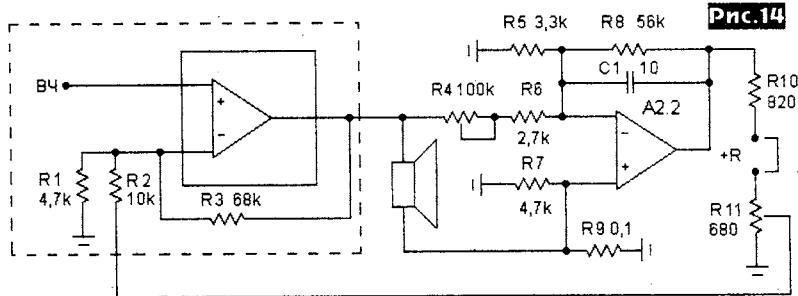
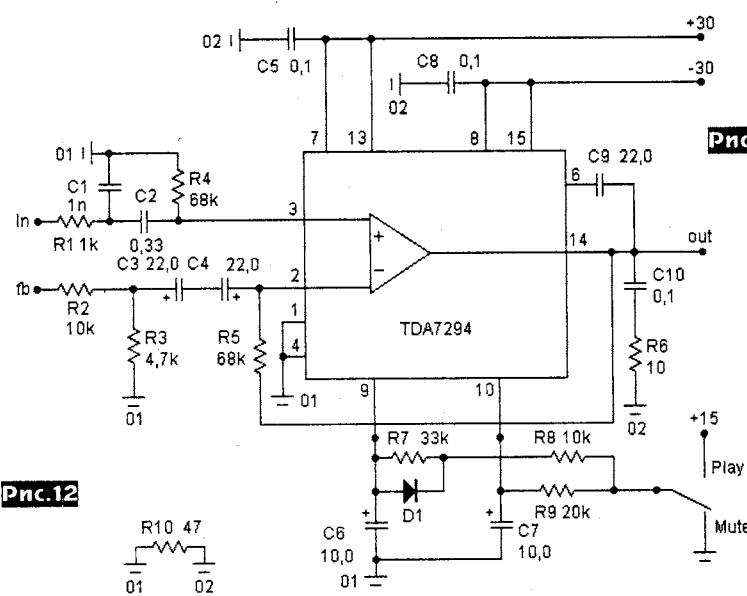
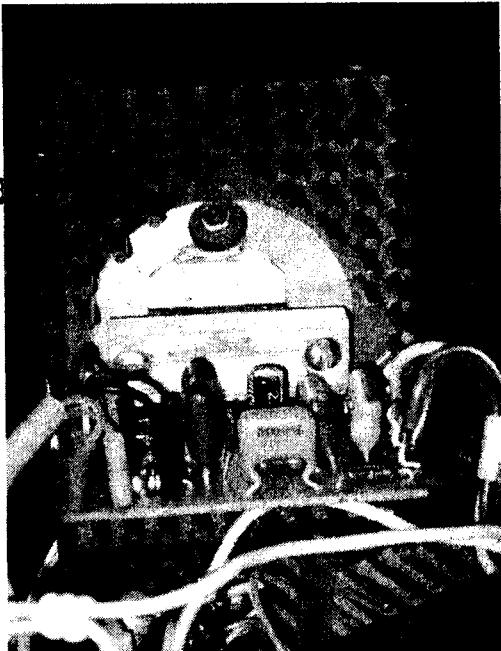

Рис.14
Рис.12
Рис.13
4) Войти в меню «Пуск-Настройка-Панель управления-Система-Оборудование-Диспетчер устройств» и убедиться в наличие нового виртуального COM-порта. Установить скорость его работы 19200 бит/с. Порядковый номер порта операционная система выбирает сама, например, COM6 (**рис.12**). Если отстыковать и пристыковать заново кабель к USB-разъему, то COM-порт вначале исчезнет, а затем автоматически появится. Конвертор готов к работе.
«doc2486.pdf» (<http://www.atmel.com/>) на стр.139. Число, заносимое в константу BAUD, рассчитывается в программе «AVRCalc by Jack Tidwell» (**рис. 13**, http://www.avrfreaks.net/index.php?func=viewItem&item_id=292&module=Freaks%20Tools, 21 КБ).
Исследуя листинг 2, можно проследить весь протокол общения с компьютером. Маркером запроса данных служит символ «?». Когда компьютер его посыпает в MK(1) через виртуальный COM-порт, то в ответ получает пакет данных, содержащих информацию о громкости, усилении, тембре и балансе. Пакет обрамляется символами перевода строки и возврата каретки (числа 13, 10 в массиве out[]), поэтому смотрится он на экране монитора вполне разумно (**рис. 14**). В данном случае использовалась терминальная программа «Terminal v1.9b by Bray» <http://eldigi.ru/site/programms/?download=terminal.rar> (321 КБ), настроенная на скорость 19200 бит/с и режим 8-N-1 (8 бит данных, один стоп-бит, без контроля четности). Другие бесплатные программы, например, «TeraTerm v.2.3» <http://hp.vector.co.jp/authors/VA002416/teraterm.html> (921 КБ), годятся лишь при номере COM-порта 1...4 (больше нельзя выставить).
Описываемый усилитель можно с успехом применить в трехполосной активной АС. Не исключен вариант на TDA7294. Пример такого усилителя для применения в СЧ и ВЧ полосах приведен на **рис. 12**, а его фото - на **рис. 13**. Еще один вариант формирователя положительного выходного сопротивления приведен на **рис. 14**. В пунктирной области усилитель показан в упрощенном виде. Схема формирователя несколько отличается от приведенной выше и имеет несколько лучших параметров по сравнению с предыдущей.